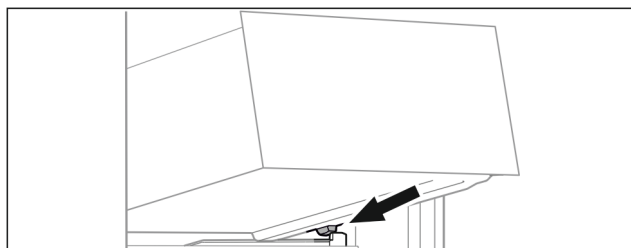

Fig. 76
- ▶ Sätt utdragslåda i vinkel på behållarens galler bakom de bakre stopplackarna. (se Fig. 76)